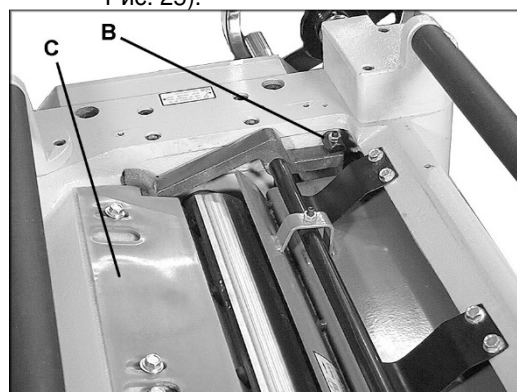

Рис. 25
2. Ослабьте стопорные гайки (B, см. Рис. 25) с обеих сторон планки и прокрутите установочные винты.
3. Когда прижимная планка коснется верхней части мерного блока, затяните стопорные гайки (B, см. Рис. 25).
Щиток (C, см. Рис. 25) предотвращает попадание стружки на ролик разгрузки. Щиток следует установить на расстоянии приблизительно равном 1,6 мм от лезвия ножа. Удостоверьтесь, что передний край устройства скошен и повторяет форму строгального вала.